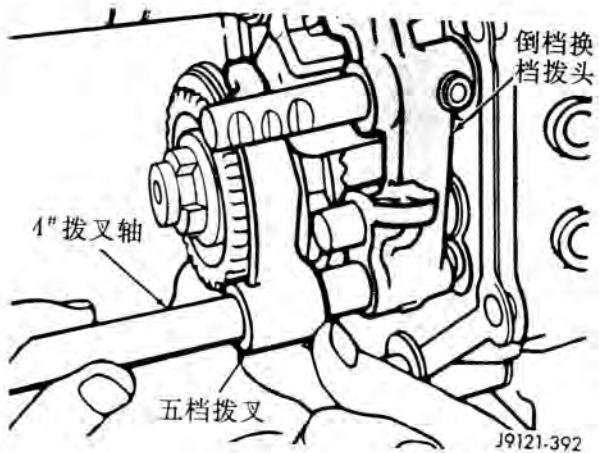

图 87 五、倒档拨叉安装
(16) 在 AX5 上, 把五档齿轮拨叉安装到同步器啮合套上。然后把 4# 拨叉轴插入拨叉中(图 87)。